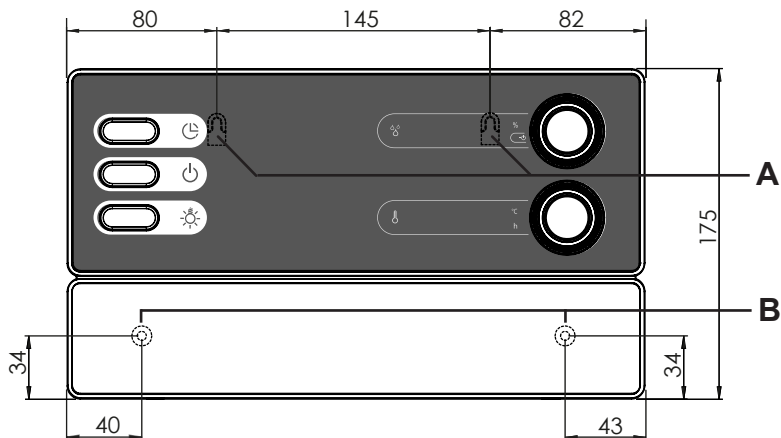

Bild1 Position på upphängningsanordningen och monteringshålen (mått i mm)
1. Skruva in två stjärnskruvar (16 mm) på ca 1,70 m höjd i bastuväggen tills 7 mm sticker ut. De båda skruvarna måste ha ett avstånd på 145 mm till varandra (se **Bild1**).
3. Häng upp bastustyrenheten i upphängningsanordningen **A** på de inskruvade skruvarna (se **Bild1**).
4. Skruva in två stjärnskruvar (16 mm) i de nedre hålen **B** (se **Bild1**).